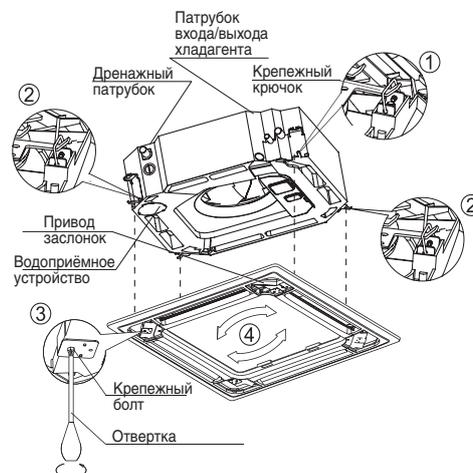

Рис. 2.16
3) Ослабьте болты, крепежные тросы, а затем снимите заглушки (рис.2.16)
- 1) Расположите декоративную панель таким образом, чтобы угол, где находится привод заслонок совпадал со стороной водоприемного устройства (рис. 2.16)